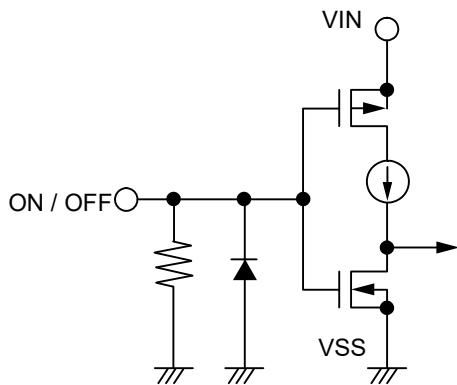
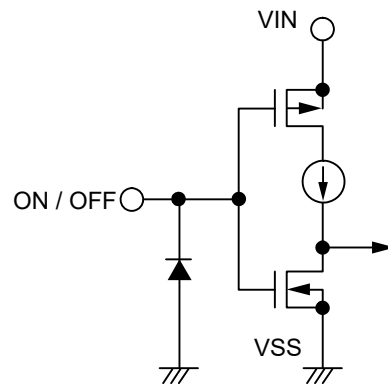

图30 S-19243xxxA系列A / C / E / G型
图31 S-19243xxxA系列B / D / F / H型
ON / OFF端子的结构如图30、图31所示。
*2. 将ON / OFF端子连接到VIN端子上进行工作时，S-19243xxxA系列A / C / E / G型的消耗电流中，流入下拉电阻中的电流会增加，务请注意 (请参阅图30)。